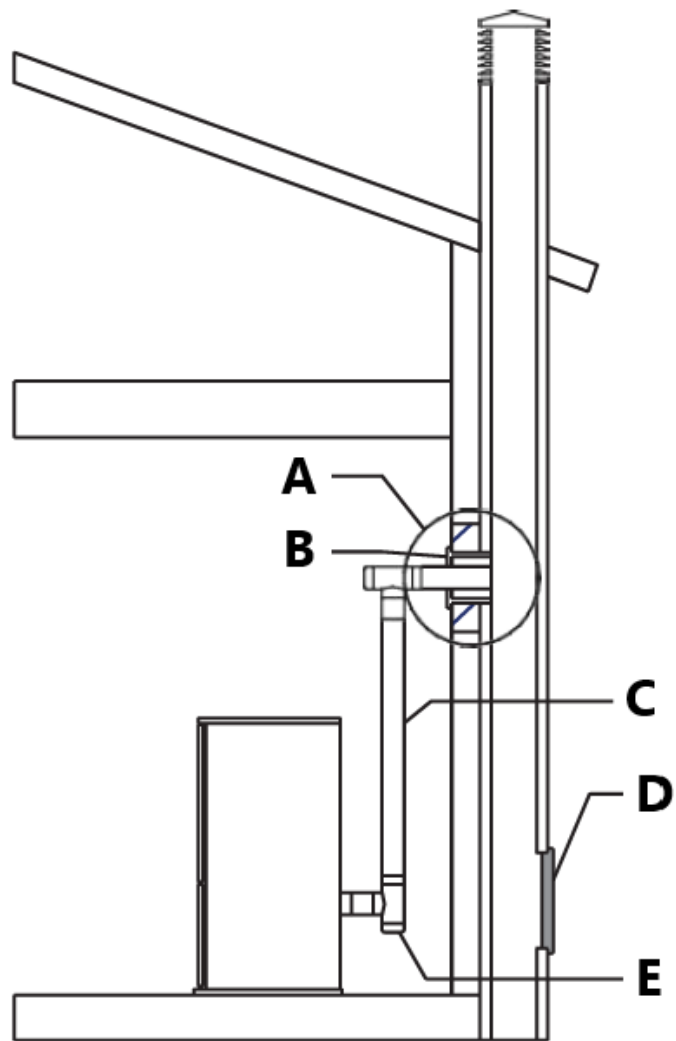

Fig. 12
- Om du vill använda en befintlig skorsten rekommenderas starkt att du låter den kontrolleras av en professionell skorstensfejarmästare för att säkerställa att den är helt lufttät (fig. 12). Anledningen till detta är att röken, eftersom den är lätt trycksatt, kan infiltrera eventuella sprickor i rökkanalen och komma ut i bostadsutrymmen. Om du vid inspektion upptäcker att skorstenen inte är helt sund, kan en omfodring av skorstenen med antingen PL-ventil eller enväggigt rostfritt stålrör vara nödvändigt för att få skorstenen att överensstämma. Om den befintliga skorstenen är tillräckligt bred rekommenderar vi ett rör med en maximal diameter på 15 cm.